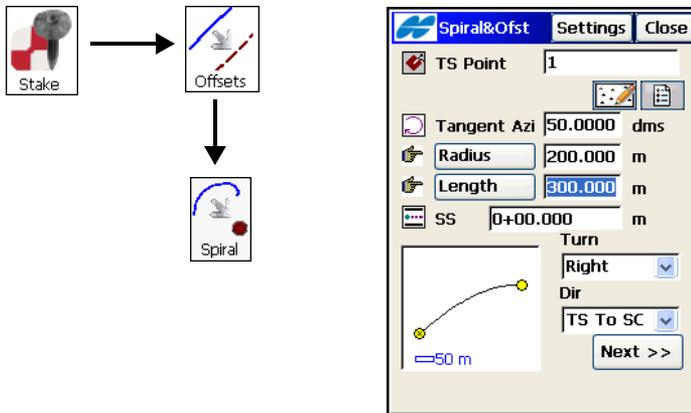

Abbildung 9-35. Absteckung Klothoide & Offset
2. Geben Sie im Absteckfenster ***Kloth&Ofst*** die Parameter der abzusteckenden Klothoide ein: Klothoidenanfangspunkt $\ddot{U}gKl$, Azimut der Tangente am Punkt $\ddot{U}gKl$, Radiusparameter der Klothoide, Längenparameter der Klothoide, Drehsinn, Bewegungsrichtung der Klothoide und Anfangsstationierung (Kilometrierung) (Abbildung 9-35 auf Seite 9-29). Die Richtungswerte sind: $\ddot{U}gKl \rightarrow KlKr$ (Übergangsbogen/Klothoide \rightarrow Klothoide/Kreisbogen) (die Eingangsklothoide des Innenbogens) und $KrKl \rightarrow Kl\ddot{U}g$ (Kreisbogen/Klothoide \rightarrow Klothoide/Tangente)